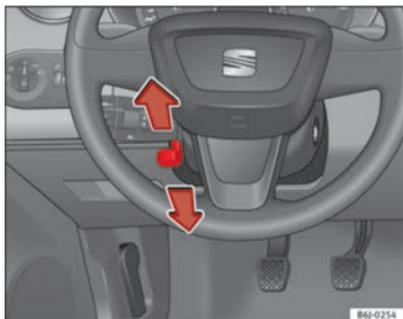

Fig. 96 Réglage en hauteur du volant
- Poussez le levier ⇒ fig. 96 situé sous la colonne de direction vers le bas ⇒ ⚠.
- Réglez le volant jusqu'à ce que vous obteniez la position souhaitée ⇒ fig. 96.
- Réglez le siège du conducteur ou le volant de sorte que la distance entre celui-ci et votre thorax soit au moins de 25 cm ⇒ fig. 96. Si vous ne respectez pas cette distance minimale, le système d'airbag sera dans l'incapacité de vous protéger – danger de mort !